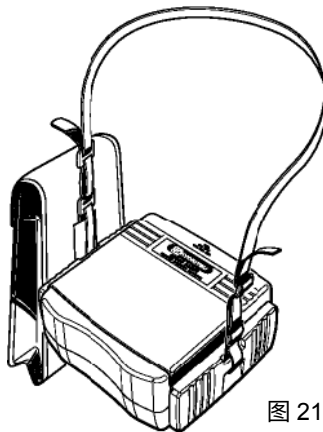

图 21
- 2) 穿上肩带的带扣，调整肩带到一个合适的安全长度。(图. 21)